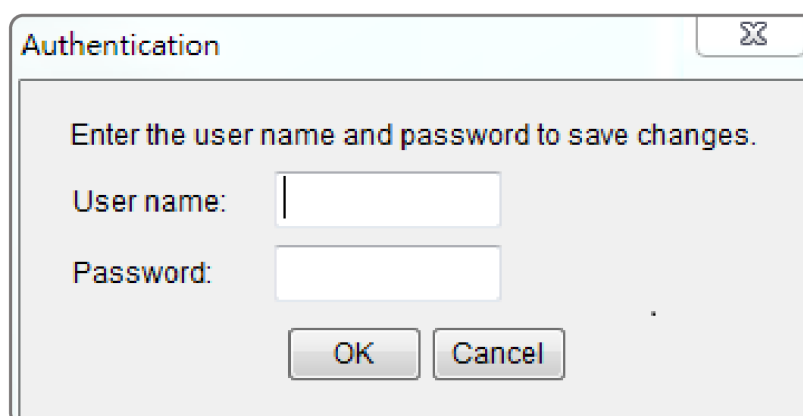

Figure 3. Fenêtre d'authentification.
7. Vous devrez entrer un nom d'utilisateur et un mot de passe pour la carte de gestion à distance dans la fenêtre d'authentification, comme illustré dans la figure 3.